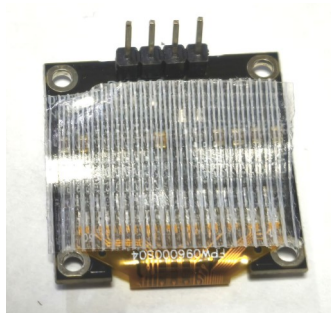
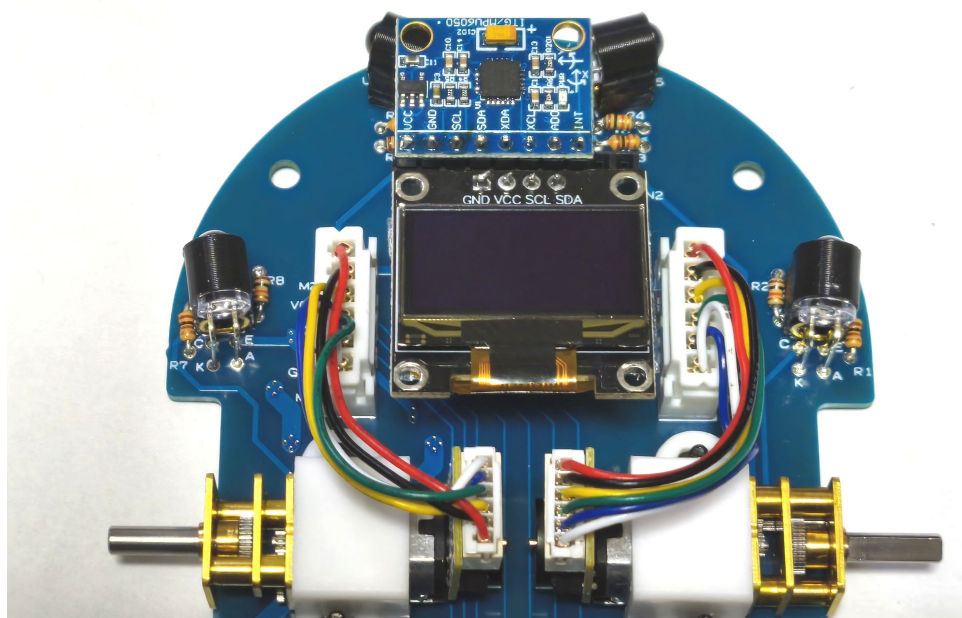

図6-5
図6-6
5. パーツNo.29「OLED基板(SSD1306搭載, 128X64, I2C)」の裏側を養生テープなどで図6-5のように覆い、リファレンス番号【CN3】に差し込む(図6-6)。